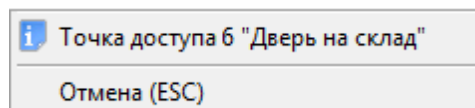

Рисунок 8-157 Контекстное меню для точки доступа при отсутствии у оператора прав на предоставление доступа
- Нет прав на предоставление доступа (см. Рисунок 8-157).